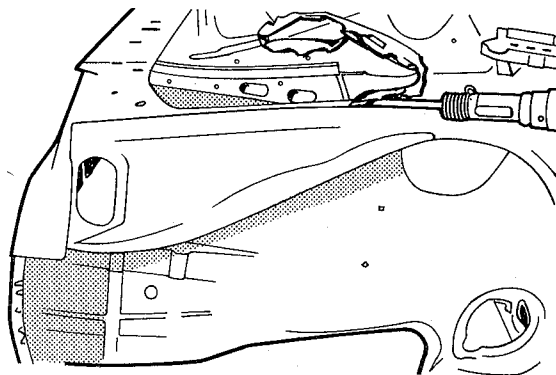

fig. 69
7. Com o auxílio de uma talhadeira pneumática, remover as abas de solda remanescentes do pára-lama, junto à saia, painel dianteiro e coluna "A" (fig. 69)